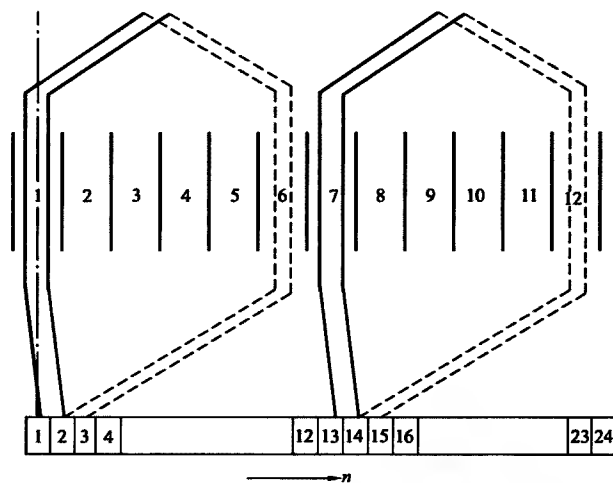

图 5-19 JIZ-10 型转子绕组展开图 (1)
2. JIZ-10 型转子绕组展开图 (1) (见图 5-19)